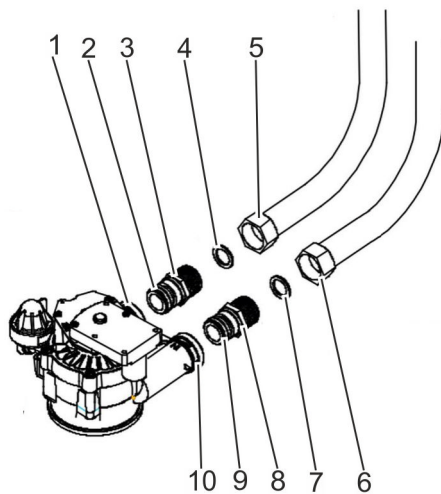
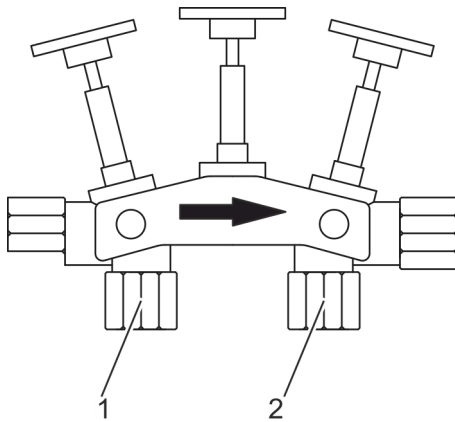

Abb. 10: Messingadapter montieren
Abb. 12: Verschneidearmatur
1. Dichtungsring in die Nut des Messingadapters (Abb. 10/2 und 9) am Eingang des 3/4"-Ventils (Abb. 10/1 und 10) einlegen.
Messingadapter (**MIT** Rückschlagventil, Abb. 10/8) in den Eingang des Wasserenthärters (Eingang des 3/4"-Ventils, Abb. 10/10) einstecken.
Messingadapter mit C-Clip im Eingang (Abb. 10/8) des 3/4"-Ventils sichern.
4. Messingadapter (**OHNE** Rückschlagventil, Abb. 10/3) in den Ausgang des Wasserenthärters (Eingang des 3/4"-Ventils, Abb. 10/1) einstecken.
Messingadapter mit C-Clip im Ausgang (Abb. 10/1) des 3/4"-Ventils sichern.
Beim Verschrauben der Panzerschläuche sicherstellen, dass sich die Dichtungsringe (Abb. 10/5 und 6) in den Überwurfmuttern befinden.
Überwurfmutter (Abb. 10/5 und 6) der Panzerschläuche mit den Messingadapters (Abb. 10/3 und 8) locker verschrauben.
Panzerschlauch (Eingang 3/4"-Ventil, Abb. 10/6) am Anschluss **links unterhalb** des Fließrichtungspfeil der Verschneidearmatur (Abb. 12/1) verschrauben.
Panzerschlauch (Ausgang 3/4"-Ventil, Abb. 10/5) am Anschluss **rechts unterhalb** des Fließrichtungspfeil der Verschneidearmatur (Abb. 12/2) verschrauben.